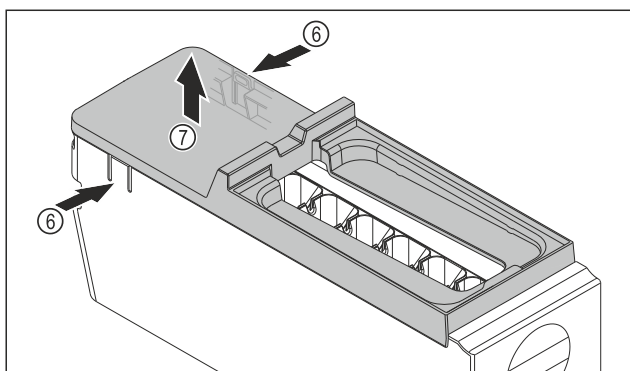

Fig. 189
- Udtagning af EasyTwist-Ice-legemets afdækning: Tryk på laskerne Fig. 189 (6) på begge sider af EasyTwist-Ice-legemet med den ene hånd.
- Tag afdækningen Fig. 189 (7) op og ud med den anden hånd.